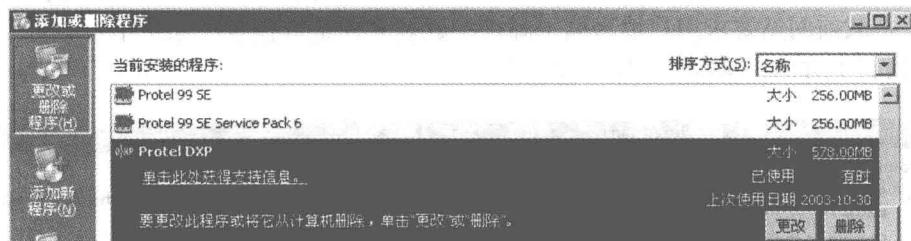

图 1-13 卸载 Protel DXP
- 2) 重新启动后，在展开的控制面板画面中选择“添加或删除程序”图标并双击，弹出“添加或删除程序”对话框，如图 1-13 所示。在对话框中选择 Protel DXP，单击下部的“删除”按钮，即可卸载 Protel DXP。